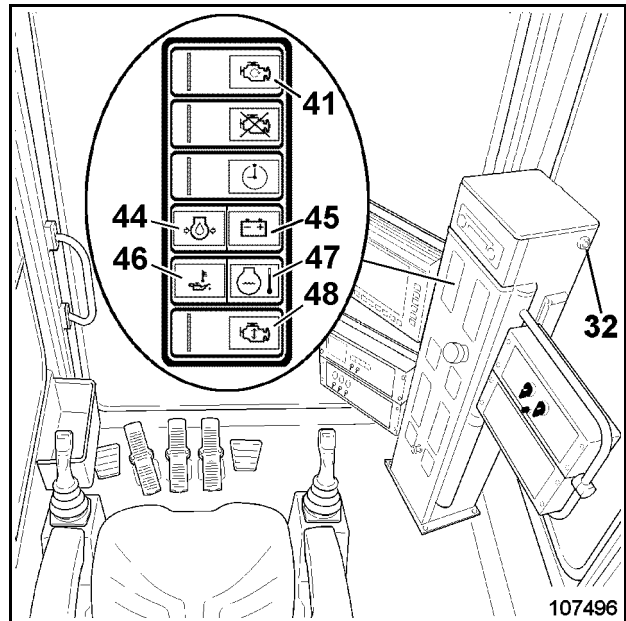
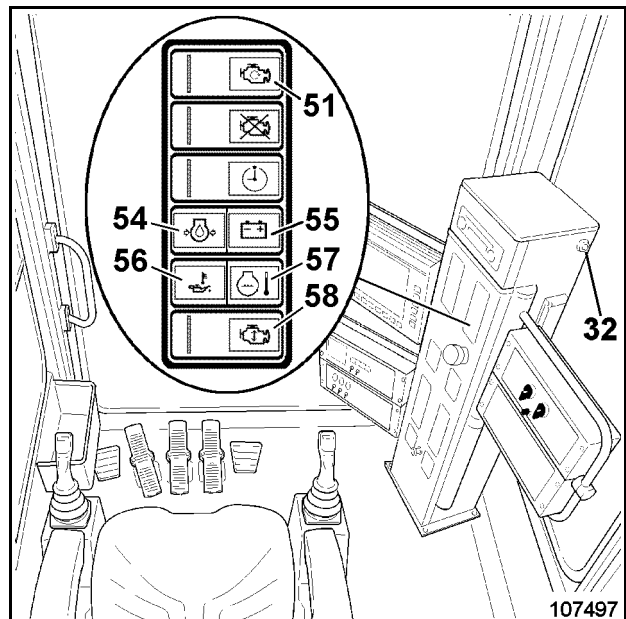

Fig. 2-94:
Fig. 2-95:
- Conectar el sistema eléctrico por medio del interruptor llave (32). Se encienden las lámparas de advertencia (44 – 47, Fig. 2-94:) así como (54 – 57, Fig. 2-95:).
- Actuar el pulsador (41, Fig. 2-94:) para el motor izquierdo. Tan pronto como haya arrancado el motor, soltar el pulsador (41). Se apagan las lámparas de advertencia (44 – 47).
- Actuar el pulsador (51, Fig. 2-95:) para el motor derecho. Tan pronto como haya arrancado el motor, soltar el pulsador (51). Se apagan las lámparas de advertencia (54 – 57).